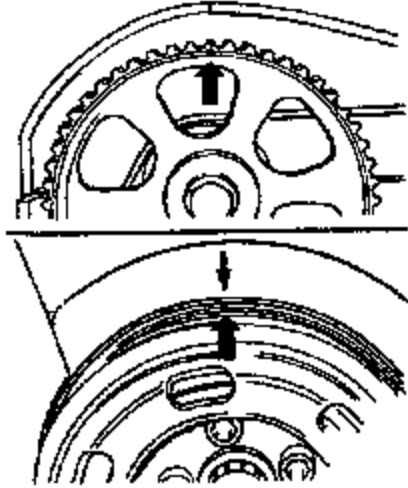

图 4-76 1 缸上止点位置
(5) 拔出通向气缸盖后侧热交换器的冷却液软管（须先松开连接法兰上的保持器）。拆卸齿形皮带护罩（上体）。通过曲轴齿形皮带轮的中心螺栓，沿发动机旋转方向盘动曲轴，将曲轴调至 1 缸上止点位置，如图 4-76 箭头所示。
③用专用工具 3036 安装凸轮轴齿形皮带轮的紧固螺栓。将凸轮轴齿形皮带轮的标记对准气缸盖罩上的标记（图 4-76）。将减震器标记对准齿形皮带下体上的标记。若某个活塞处于上止点，转动凸轮轴时，气门可能碰撞活塞。为避免损坏气门和活塞，活塞切不可处于上止点位置。